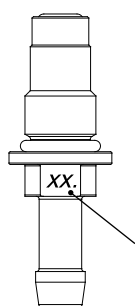

fig.i3
- lo stato degli O-RING "D" (fig.i3);